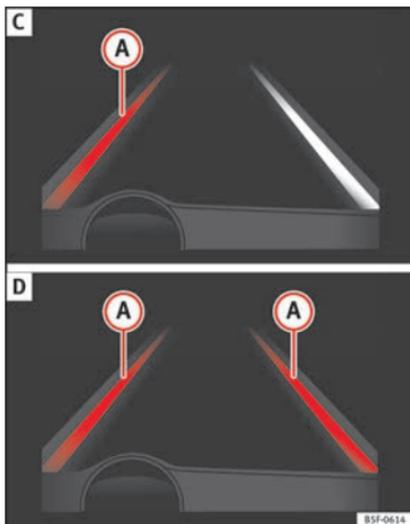

Fig. 213 Sur l'écran du combiné d'instruments : indication sur l'écran de l'assistant de maintien de voie (exemple 2).
- Le système est en cours d'utilisation, la ligne en surbrillance (A) indique qu'il y avait un risque de dépasser la ligne de la voie involontairement et qu'il agit sur la direction pour corriger la trajectoire » fig. 213 C.
- Les deux lignes en surbrillance (A) s'allument en même temps quand nous reconnaissons les deux lignes de la voie et que nous avons activé la fonction de guidage au centre de la voie » fig. 213 D.